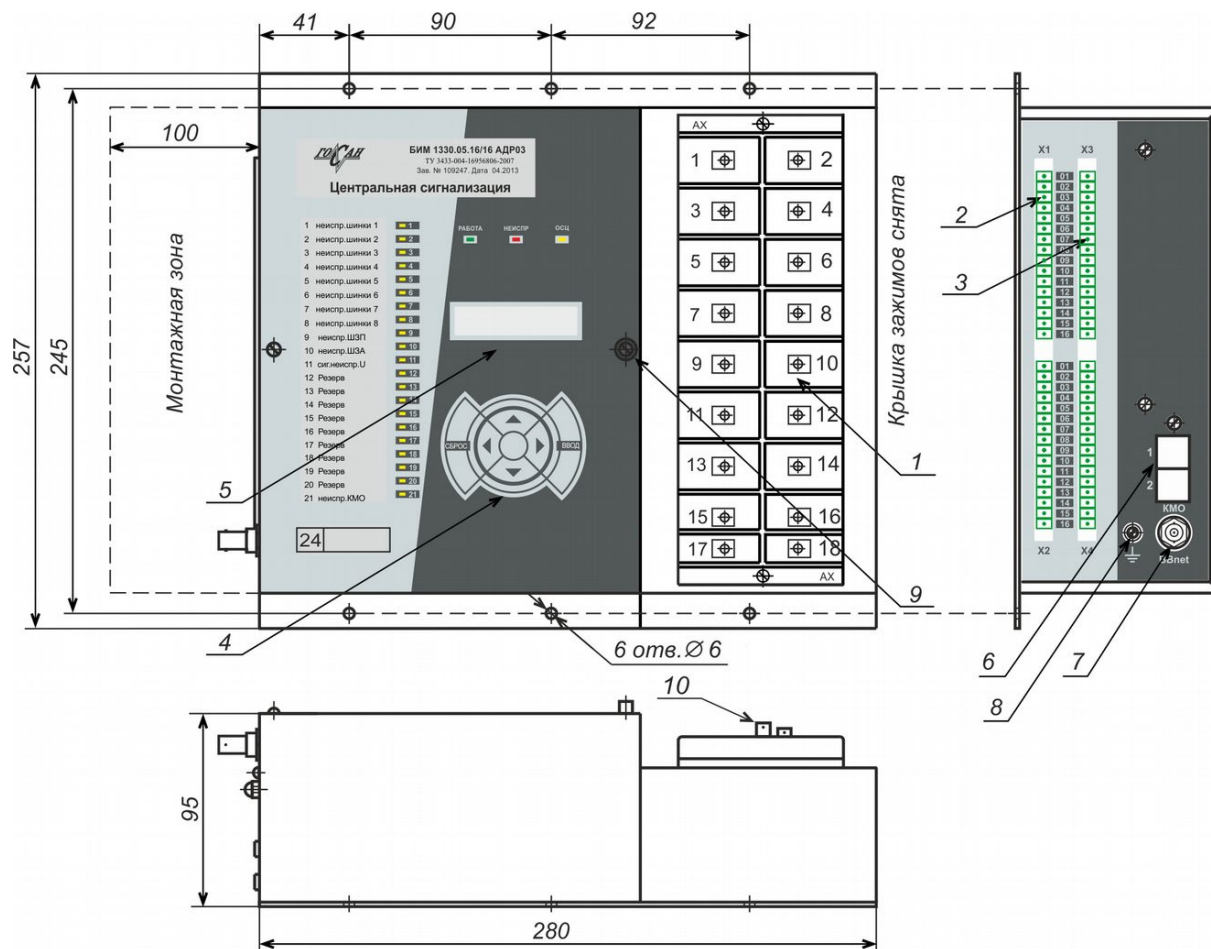

Рис. 2 Общий вид модификации БИМ 1XXX – 16 дискр. входов, 16 дискр. выходов
БИМ 1XXX – для одностороннего монтажа на панелях и в шкафах (рис. 2), с количеством дискретных входов и выходов 16/16. Выполнен в виде двух корпусов, соединённых между собой. В меньшем корпусе находится аналоговая часть с преобразователями и клеммными зажимами AX1-AX18 (1) для подключения цепей переменного тока, а также цепей питания терминала. На лицевой стороне корпуса находится блок индикации с символьным дисплеем (5) и клавиатурой (4). На боковой стороне корпуса расположены разъёмы дискретных входов X1-X2 (2), разъёмы дискретных выходов X3-X4 (3), разъём интерфейса Bbnet (7), разъёмы канала межмодульного обмена (КМО) (6) и винт заземления терминала (8).